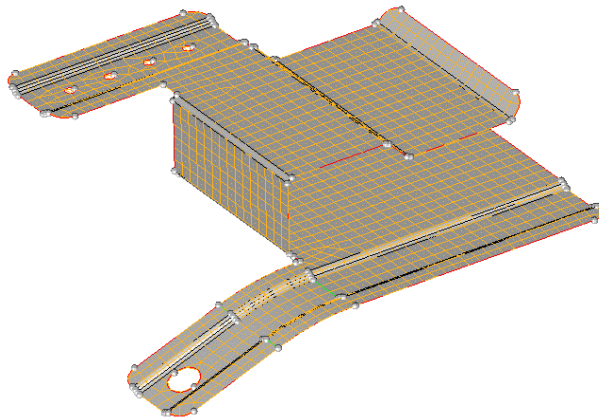

图 4-12 模型中符合搜索条件的面倒圆位置
(1) 进入 `defeature` 面板。
(2) 进入 `surf fillets` 子面板。
(3) 若模型没有被渲染，单击 `Shaded Geometry and Surface Edges` () 按钮。
(4) 在 `find fillets in selected` 中选择 `surfs`。
(5) 选择 `surfaces>Displayed`。
(6) 在 `min radius` 栏中输入 2.0。
(7) 单击 `find` 搜索模型中半径大于或等于 2.0 的面倒圆，如图 4-12 所示。